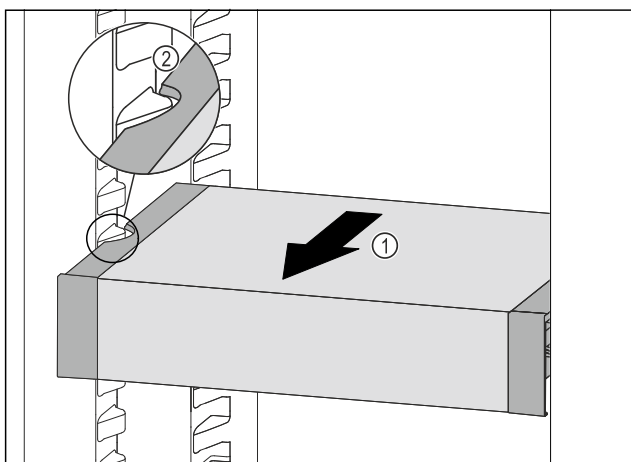

Fig. 97
- Ladicu VarioSafe vucite prema naprijed Fig. 97 (1) sve dok se bočni otvori ladice VarioSafe ne nađu na visini žlijeba spremnika u hladnjaku. Fig. 97 (2)